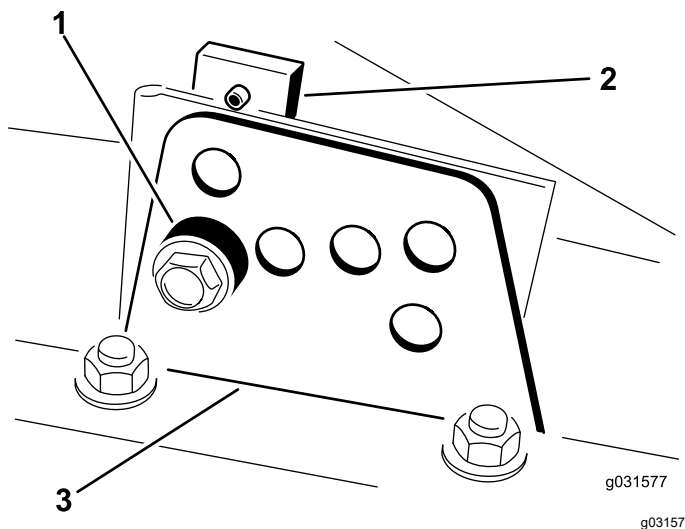

Figura 17
2. Allentate il bullone che fissa ogni staffa dell'altezza di taglio alla relativa piastra (lati anteriore e laterali), come illustrato nella Figura 17.
4. Supportate l'alloggiamento e togliete il distanziale (Figura 17).